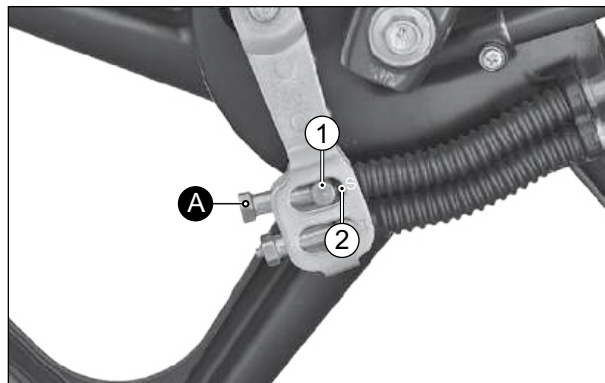

Fig. 2.37
- Após obter a folga necessária, inspecione a folga entre o ajustador (1) e a ranhura (2) marcada como 'S'. (Fig. 2.37)
- Se houver alguma folga conforme mostrado, gire a porca de ajuste (B) no sentido horário até que não haja folga entre elas.